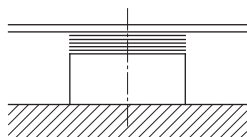
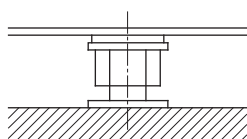

Fig. 5: Balanseringsbrickor på fundamentytan
Fig. 6: Nivåskruvar på fundamentytan
- Lägg balanseringsbrickor (ca 20–25 mm tjocka) på alla skruvhål på fundamentytan (se fig. 5). Alternativt går det också att använda nivåskruvar (se fig. 6).